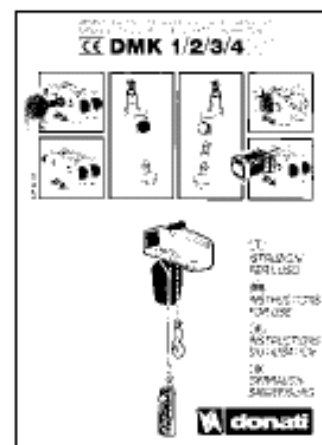

Abb.11
- die technisch/rechtlichen Unterlagen, die dem schwenkkran beiliegen (Abb. 11) Folgendes umfassen: